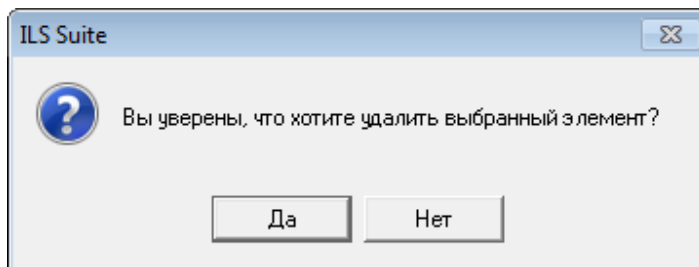

Рис. 10-289 – Диалоговое окно при удалении папки
- 3) Нажать кнопку «Удалить» панели «Правка» (рис. 10-289).